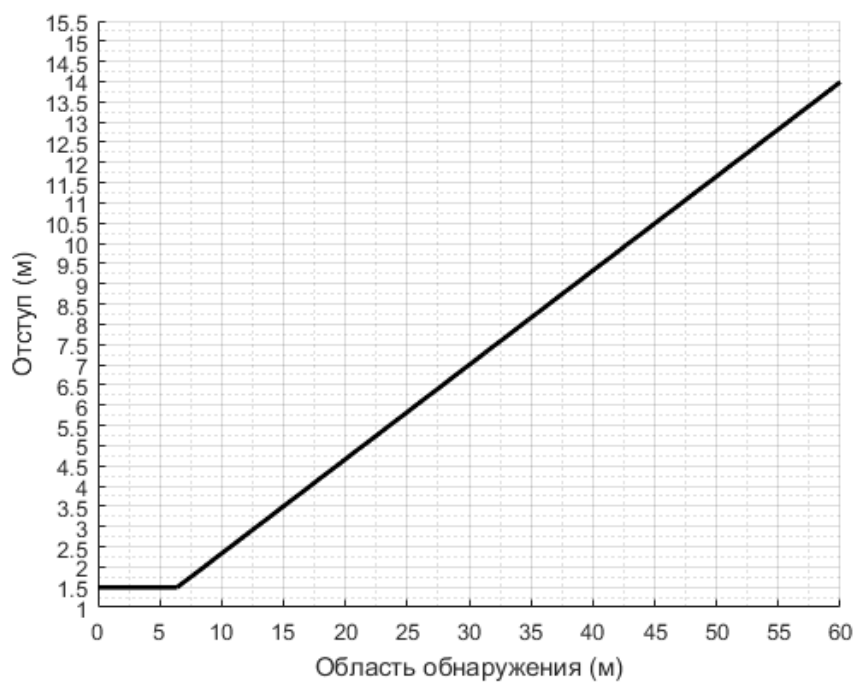
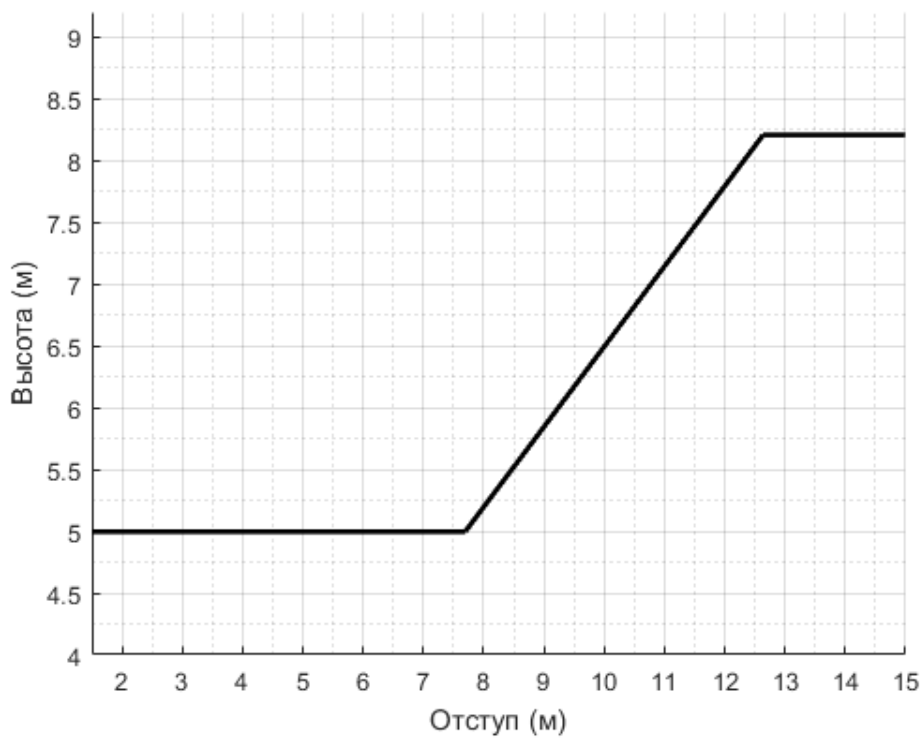

Рисунок 2.3 – График величины отступа
Рисунок 2.4 – График высоты установки
2.4.3.2 Для того, чтобы определить необходимый отступ, следует воспользоваться графиком величины отступа (рисунок 2.3). После того как выбран отступ, можно определить высоту установки (рисунок 2.4).